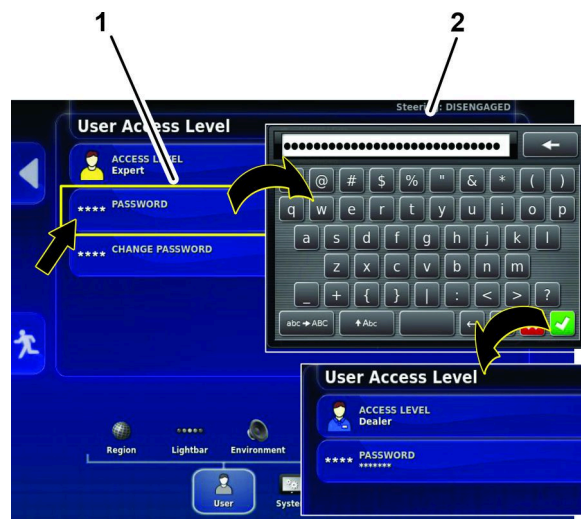

Figura 161
4. Pulse el icono PASSWORD (Contraseña), escriba la contraseña del distribuidor con el teclado emergente, y pulse el icono de confirmación (Figura 161).